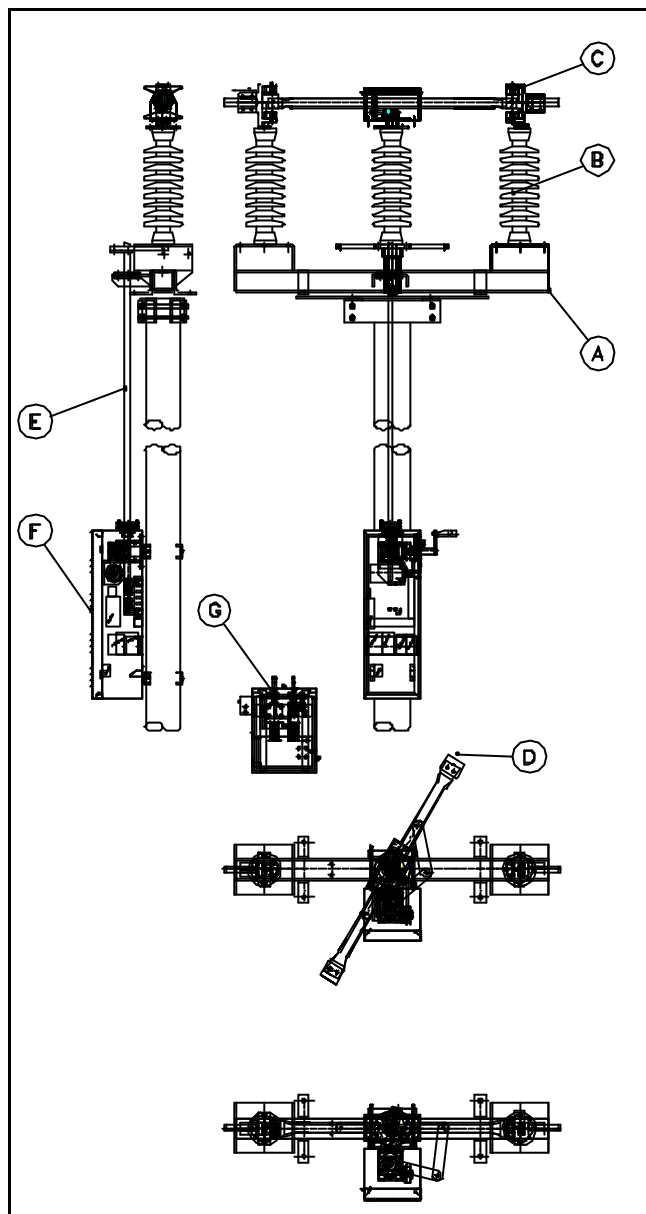
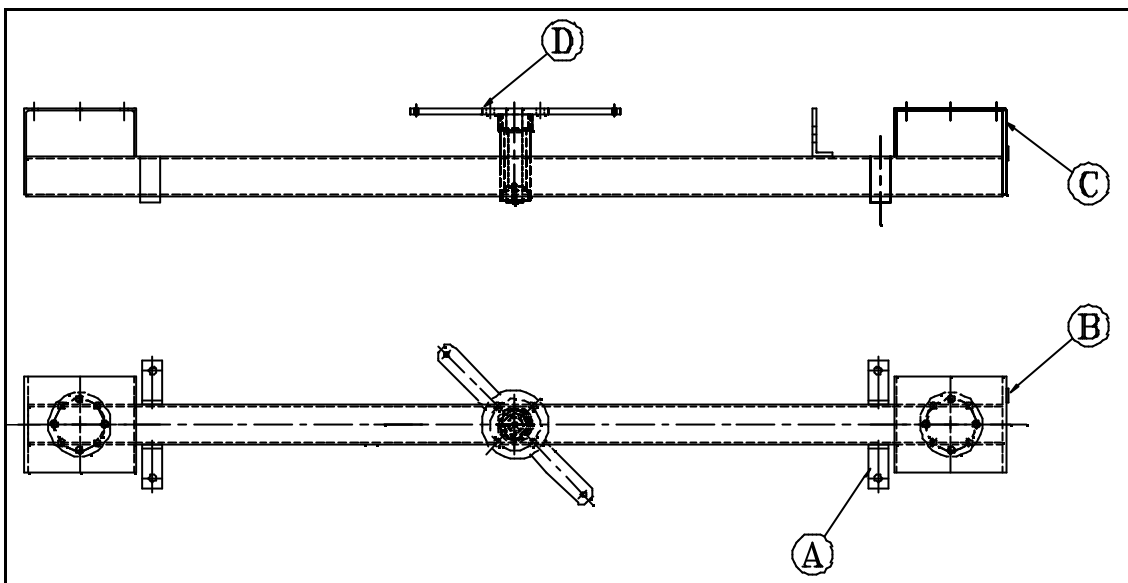

Fig. 2.1
Fig. 2.2
Le parti principali che compongono un sezionatore unipolare della serie STU/R sono (Fig. 2.1):
- le basi di appoggio (Fig. 2.1-A);
- gli isolatori (Fig. 2.1-B);
- i contatti fissi (Fig. 2.1-C);
- il braccio mobile (Fig. 2.1-D);
- il sistema di trasmissione (Fig. 2.1-E)
- il meccanismo di manovra: a motore (Fig. 2.1-F) o, in alternativa, manuale (Fig. 2.1-G)
La base di appoggio è costituita da un tubo di acciaio cui vengono fissati i supporti per gli isolatori. Ciascuna base è provvista degli attacchi (Fig. 2.2-A) per il fissaggio del polo alla staffatura di sostegno.
Alle due estremità della base sono saldati i supporti rialzati (Fig. 2.2-C) per gli isolatori laterali mentre nel mezzo è situata la base rotante (Fig. 2.2-D) dell'isolatore centrale, tenuta in guida da cuscinetti a sfere.
Il sezionatore è provvisto di 3 isolatori identici tra loro (Fig. 2.1-B) del tipo a nucleo pieno in un unico pezzo, con le seguenti caratteristiche a norme ANSI:
Il sistema di trasmissione (Fig.2.1-E) è costituito da una serie di aste e di leve in acciaio zincato a caldo o in acciaio inox che collegano il braccio mobile al meccanismo di manovra. L'ultima parte del cinematismo è realizzata con un sistema di leveraggi che permette l'apertura e la chiusura del sezionatore.
- fissare la base (Fig. 2.1-A) sull'apposita staffatura nella posizione indicata nel disegno d'insieme verificando, prima di serrare le viti, che sia orizzontale e che gli attacchi (Fig. 2.2-C) appoggino perfettamente sulla struttura di supporto; in caso contrario è necessario spessorare usando le apposite rondelle a C in alluminio fornite a corredo del sezionatore;
- fissare gli isolatori (Fig. 2.1-B) alla base di appoggio facendo in modo, con l'ausilio di eventuali rondelle a C da inserire in corrispondenza delle viti di fissaggio, che le tre flange superiori siano orizzontali e complanari; (N.B. E' importante compensare, con le suddette rondelle a C, eventuali incurvature della superficie superiore del supporto rotante delle basi al fine di evitare danni alla flangia inferiore degli isolatori al momento del serraggio dei bulloni).
- montare i cuscinetti fissi (Fig. 2.1-C) e il braccio mobile (Fig. 2.1-D) sull'isolatore rispettando la posizione indicata nel disegno d'insieme (si faccia, in particolare, attenzione alla posizione relativa braccio-base rotante);